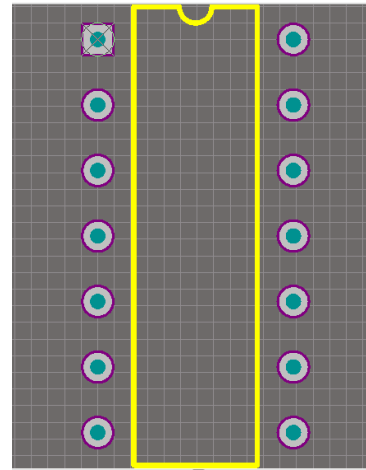

Рис. 101. Посадочное место под корпус 201.14
8. В последнем окне нажать Finish (результат представлен на Рис. 101).